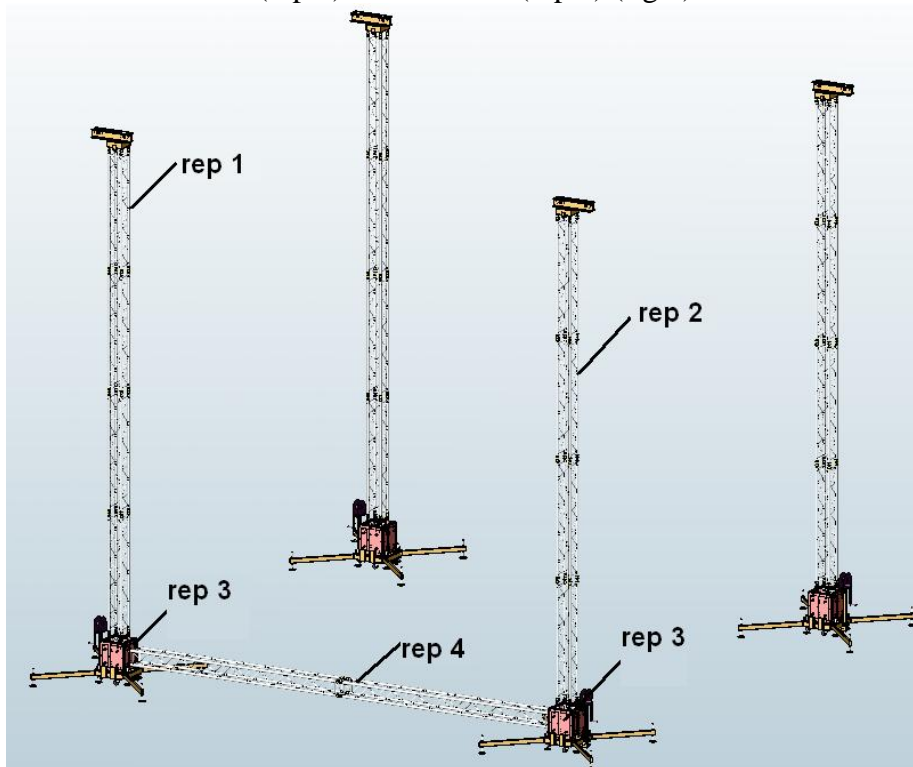
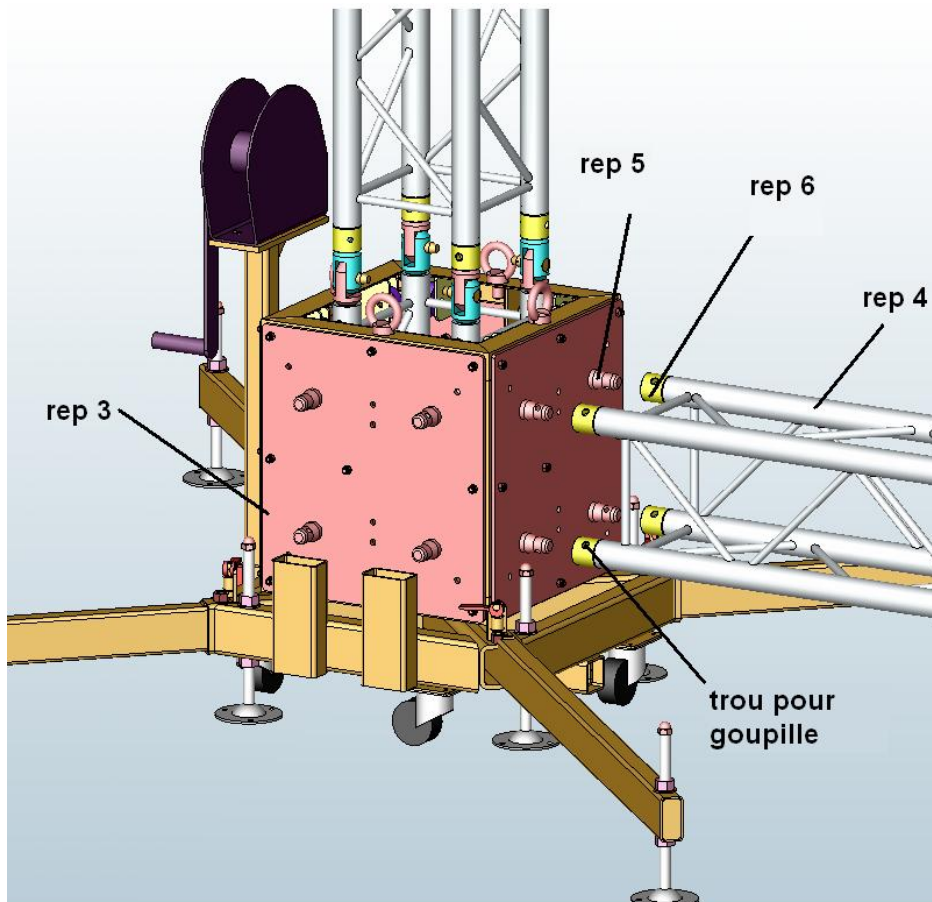

fig.6
fig.7
- b) Positionner un linéaire de pont (rep 4) au même niveau que les chariots élévateurs (rep 3) des tours de levage 1 (rep 1) et 2 (rep 2) (fig.6), de sorte à pouvoir assembler les manchons mâles (rep 5) des chariots élévateurs (rep 3) avec les manchons femelles (rep 6) des linéaires (rep 4) (fig.7)
- c) Verrouiller les manchons mâles (rep 5) des chariots élévateurs (rep 3) et les manchons femelles (rep 6) du linéaire (rep 4) à l'aide de goupilles de sécurité en les plaçant dans les trous prévus à cet effet (fig.7)